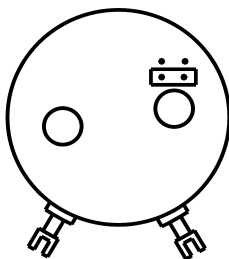

Bild 7: 100°-200°
- Jumper unten quer für Messbereich zwischen 100° und 200° (siehe Bild 7)